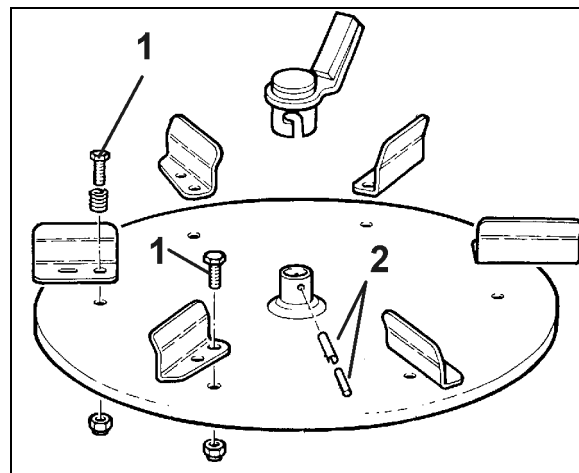

Fig. 27
2. Wykręcić śruby (Fig. 27/1) i wymienić łopatki wysiewające.
1. Kołek rozpręży (Fig. 27/2) wybić z głowicy mieszadła.